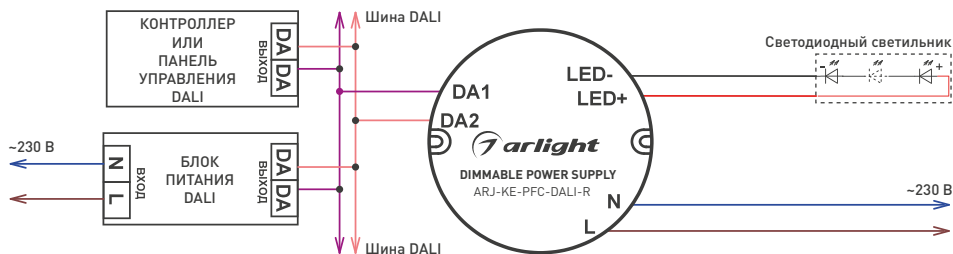

Рис. 1. Пример схемы подключения источника питания с управлением DALI.
- 3.7. Подключите выходные провода **LED+** — красный, **LED-** — черный к светодиодной матрице, строго соблюдая полярность, рис. 1.